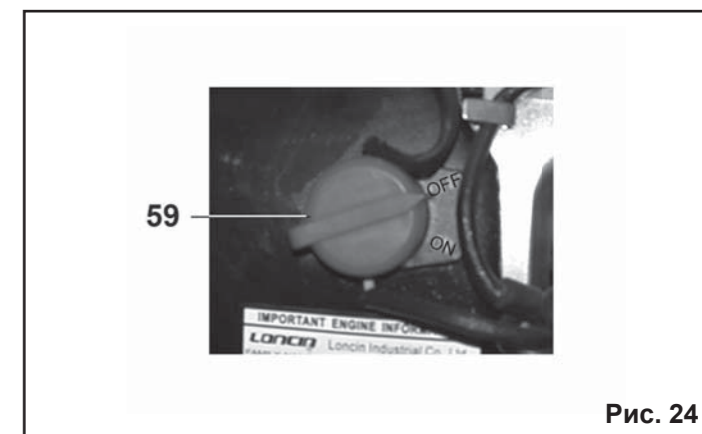

Рис. 24
8.3.2. Для моделей МС 55 и МС 65: Поверните выключатель зажигания (59) в положение «OFF» (Выключено) (Рис. 24).